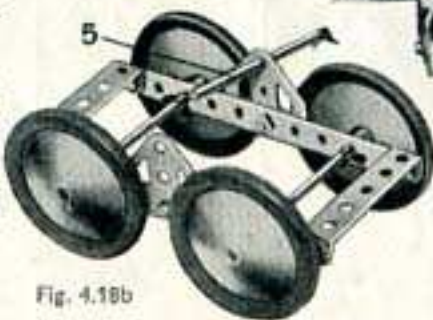

Fig. 4.18b
La Fig. 4.18b montre la construction du bogie arrière. Ce dernier est fixé au camion au moyen d'une Tringle 5 qui passe à travers les trous des Bandes de 32 cm. (6) et à travers les trous supérieurs des Embases triangulaires plates boulonnées au bogie. La Tringle est fixée au moyen de Clavettes.